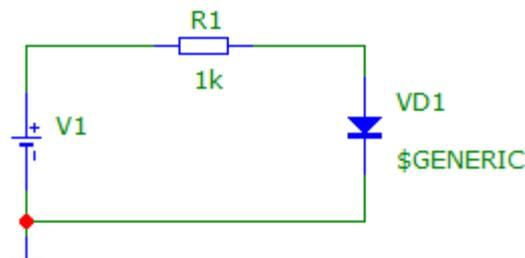

Рис. 9.3 - Схема для исследования вольтамперных характеристик диодов.
1. Запустить приложение Micro-Cap. В новом проекте создать схему, приведённую на Рис. 9.3. Марка диода выбирается по номера варианта (Таблица 9.2).
- в поле *Variable 1 Name* необходимо указать название самого источника напряжения *V1*, так как согласно Рис. 9.3 единственным источником является батарея *V1*;